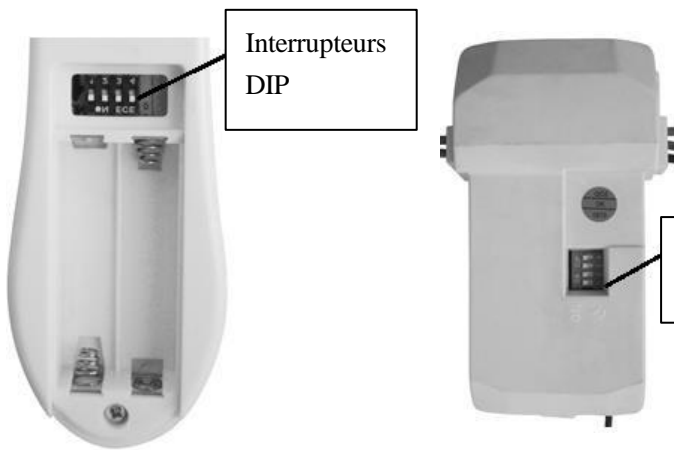

Fig. 8 Compartiment des piles de la télécommande
- La télécommande fonctionne avec 2 piles de types AAA 1,5V (taille). Ôtez le couvercle du compartiment des piles situé au dos de la télécommande, et insérez 2 piles AAA. Assurez-vous que les polarités correspondent à celles indiquées dans le compartiment des piles. **Fig. 8** (Piles incluses.)